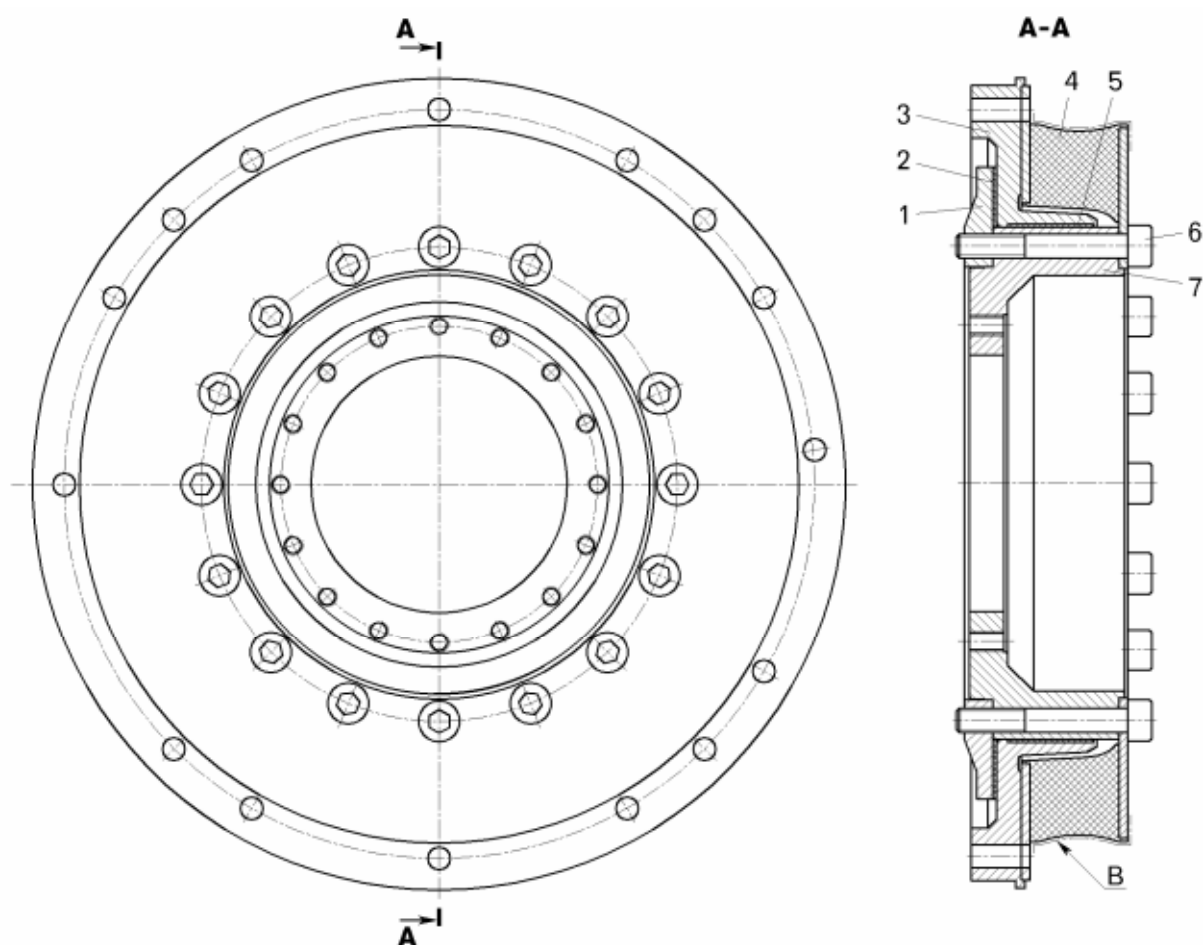

Рисунок 7.3 – Упругая муфта:
Упругая муфта состоит из трех фланцев и цельного упругого элемента 4 (рисунок 7.3) в виде тора прямоугольного сечения. Ведущий фланец 3 соединяется с маховиком двигателя. Ведомый фланец 7 крепления карданного вала опирается на ведущий фланец 3 через аксиально-упорное кольцо 2, два радиальных кольца 5. Аксиально-упорное кольцо 2 фиксируется фланцем 1, который крепится к ведомому фланцу 7 винтами 6.
- отвернуть винты 6 (смотри рисунок 7.3) крепления цельного упругого элемента 4, фланца 1 к ведомому фланцу 7;
- установить в ведущий фланец 3 (смотри рисунок 7.3) радиальное кольцо 5;
- установить упругий элемент 4 на ведущий фланец 3. При замене, с целью увеличения долговечности рекомендуется поверхность **В** (смотри рисунок 7.3) упругого элемента покрыть тонким слоем силиконовой смазки типа «Gleitmo 746»;